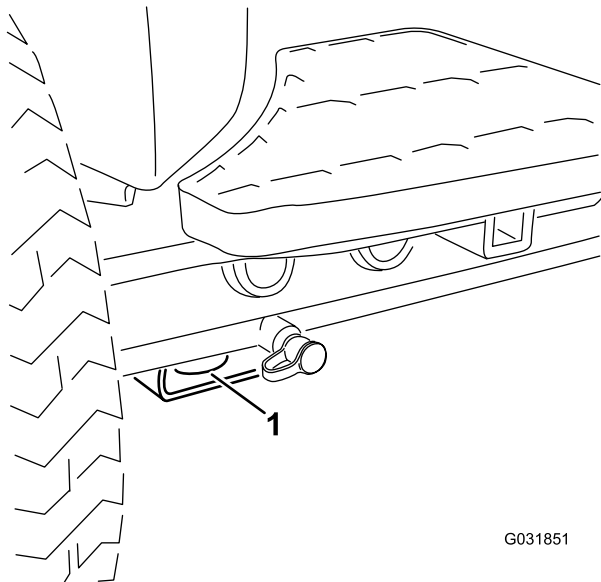

Рисунок 34
- В передней части – используйте отверстие в прямоугольной подкладке под трубой моста внутри каждого переднего колеса (Рисунок 34)